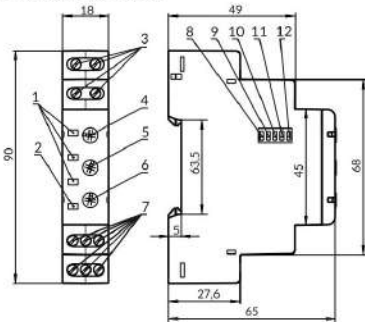

Рисунок 1
1) Переключателями срабатывания защиты (поз. 8 – 11 рис. 1) включите необходимые защиты.
2) Переключателем 380 В / 400 В (поз. 12 рис. 1) установите тип используемой сети.
4) Регулятором Uном ±% (поз.4 рис. 1) установите необходимый порог срабатывания по максимальному и минимальному напряжению в процентах от номинального напряжения питания сети.
5) Регулятором Тоткл (с) (поз.6 рис. 1) установите время срабатывания защиты по максимальному напряжению и по перекосу фаз.
6) Регулятором Твкл (с) (поз.5 рис. 1) установите время АПВ.
1. Если Вы планируете использовать изделие в режиме «Контроль максимального напряжения» (разд. «Работа изделия»), разрыв питания катушки КМ необходимо подключить к клеммам C1-NC1 (C2-NC2) (обратная логика включения). Переключатель Umax (поз. 8 рис. 1) переместите в положение «Включено», а переключатели Σ, Uφ, Umin – в положение «Откл.».